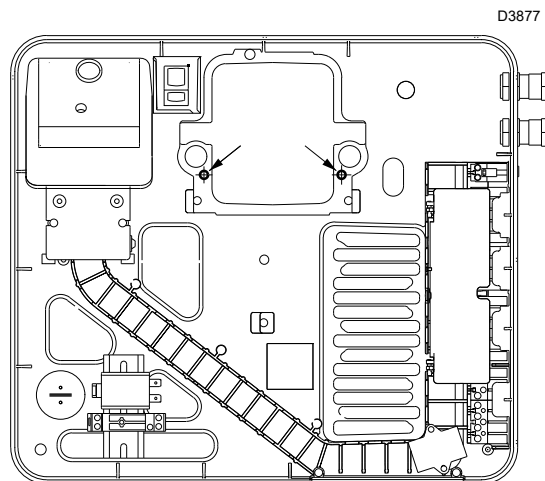
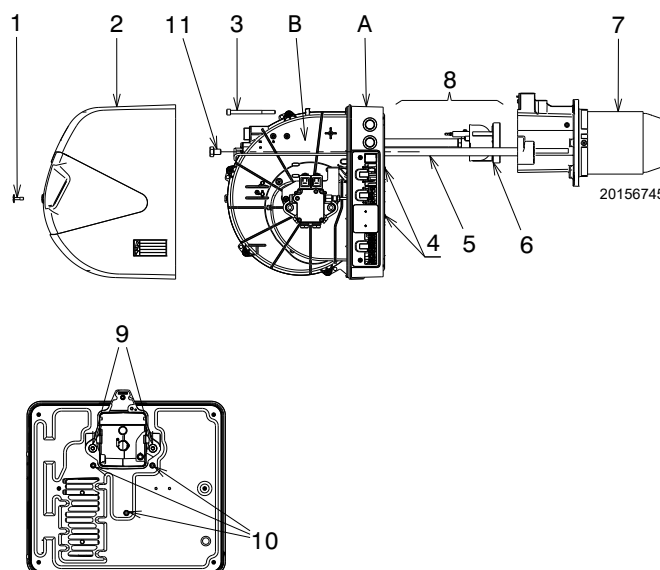

Fig. 28
Fig. 29
Per estrarre il sensore UV 1) allentare le viti 2) e sganciare il supporto 3), dopo aver rimosso le viti 4) (Fig. 29 a pag. 28).
- Se si rende necessaria la manutenzione del quadro elettrico (A)(Fig. 29) è possibile togliere solo il gruppo ventilante (B)(Fig. 29) per consentire un migliore accesso ai componenti elettrici.
- Con il bruciatore aperto come in Fig. 29, scollegare i cavi degli elettrodi e rimuovere il gruppo testa 8)(Fig. 29) svitando le due viti 9)(Fig. 29).
- Scollegare i cablaggi relativi al motore ventilatore, togliere le 3 viti 10)(Fig. 29) presenti sulla lamiera di protezione e le 2 viti 11)(Fig. 29) e sfilare il gruppo ventilante B)(Fig. 29) dalle guide 4) - 5)(Fig. 29).
- Infine si possono usare 2 delle 3 viti 10)(Fig. 29) per fissare il quadro elettrico al manicotto, nei punti indicati sulla Fig. 28, ed agire quindi con le operazioni di manutenzione.
- arretrare la parte A tenendola leggermente sollevata per non danneggiare il disco 6) sul boccaglio 7)(Fig. 29).